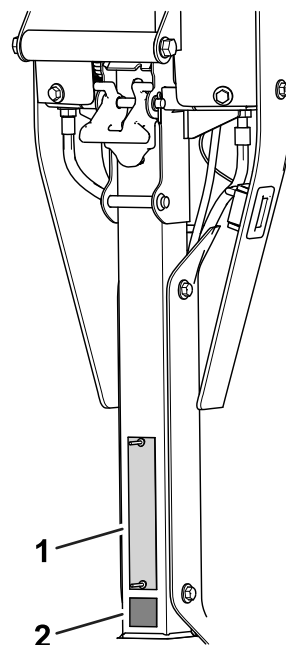

Figure 6
- Apposez l'autocollant CE sous la plaque du numéro de série (Figure 6).